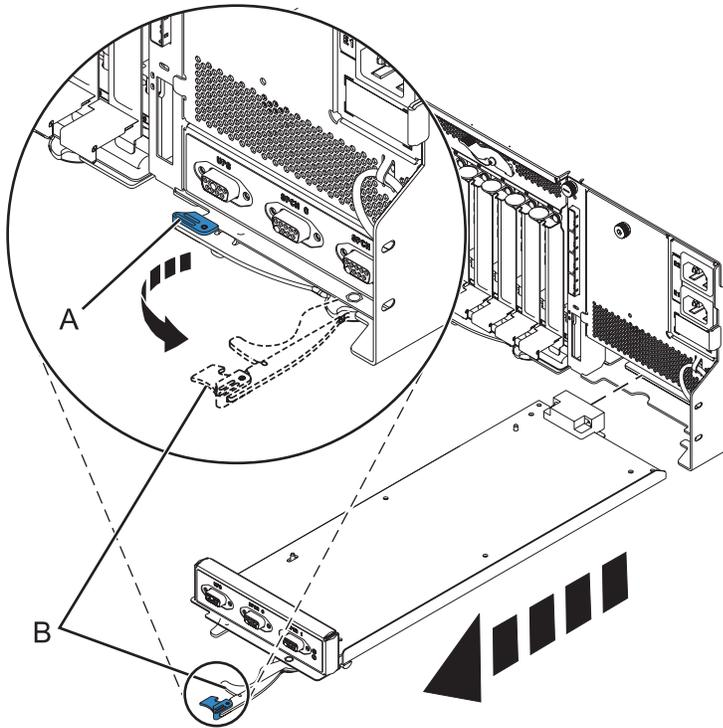

Figure 80. Retirer le contrôleur de gestion du boîtier
- b. Pincez le loquet (A) pour déverrouiller le levier (B). Pour plus d'informations, voir figure 80, à la page 103.